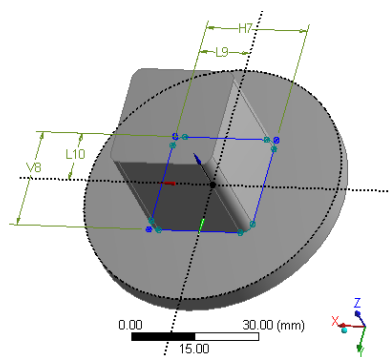

图 2-54 拉伸特征效果
- 步骤 02** 在设计树中的 Extrude2 选项上单击鼠标右键, 在弹出的快捷菜单中选择 Generate (生成) 命令, 即可生成拉伸特征, 按住鼠标中键调整视图, 得到的拉伸特征效果如图 2-54 所示。